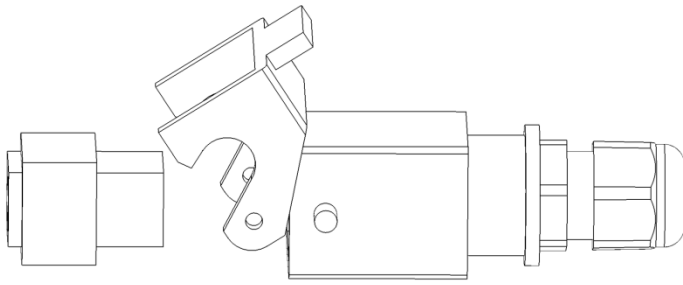

Figura 5: Retire el conector
3. Quite el conector de la cubierta protectora (Figura 5).